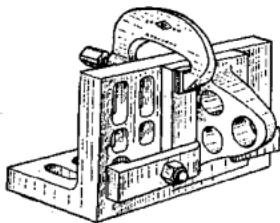

图1-2-17 直角铁在划线中应用
(12) 直角铁(图1-2-17)可将工件夹在直角铁的垂直面上进行划线。装夹时可用C形夹头或压板。